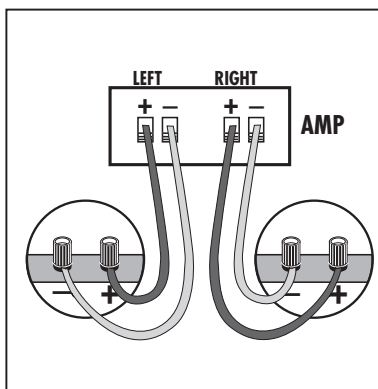

FIGURE 12
- Once you have cut the hole, fish your previously positioned wiring out of the hole and connect the speaker. Follow the hookup directions included with your receiver. Strip 2 inch (12 mm) of insulation from each of the two conductors of the wire to expose the bare metal and twist each of the conductors into a single unfrayed strand (so you have two unfrayed strands). Note that one of the terminals on the rear of each speaker is red (+) and the other is black (-). Make certain that you connect the wire from the red terminal (+) of your amplifier or receiver to the red terminal (+) on your speaker and the wire from the black terminal (-) of your amplifier or receiver to the black terminal (-) on your speaker. Most wire has some indicator (such as color-coding, ribbing or writing) on one of the two conductors to help you maintain consistency [figure 12].
- Une fois l'embrasure pratiquée, sortez-en le câble précédemment installé et connectez-le au haut-parleur. Suivez les instructions de raccordement fournies avec votre récepteur. Retirez 12 mm (1/2 po) d'isolation de chacun des deux conducteurs pour exposer les brins métalliques et tordez les brins de chaque conducteur pour former deux torons non éraillés. Notez qu'une des bornes à l'arrière de chaque haut-parleur est rouge (+) et l'autre noire (-). Assurez-vous de bien raccorder le fil provenant de la borne rouge (+) de votre amplificateur/récepteur à la borne rouge (+) de votre haut-parleur et le fil noir (-) provenant de la borne noire (-) de votre amplificateur/récepteur à la borne noire (-) de votre haut-parleur. La polarité de la plupart des fils à deux conducteurs est codée (couleur, nervure ou écriture) pour faciliter son identification [figure 12].